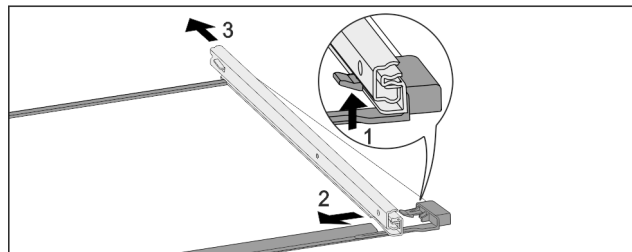

Fig. 110 Skleněná deska s kolejnicemi
- Přední aretační háček zatlačte nahoru. Fig. 110 (1)
- Vysuvnou kolejniciksu vysuňte stranou Fig. 110 (2) a dozadu Fig. 110 (3).